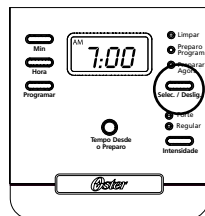

figura 7
2. Para saborear uma xícara de café mais forte, pressione o botão de intensidade do café “Intensidade” um vez. A luz indicadora de “Forte irá acender. A cafeteira irá manter a seleção de intensidade que foi selecionada até que a mesma seja mudada de volta para “Regular” ao pressionar o botão “Intensidade” ou até que a cafeteira seja desligada da tomada (Figura 7).